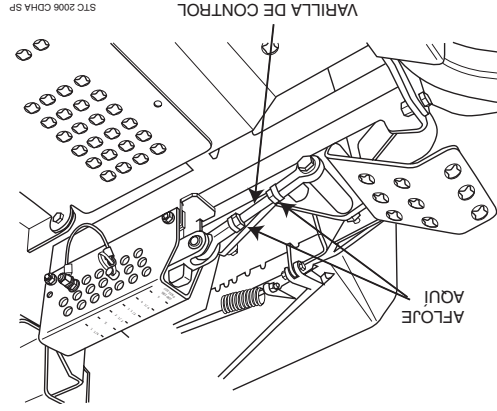
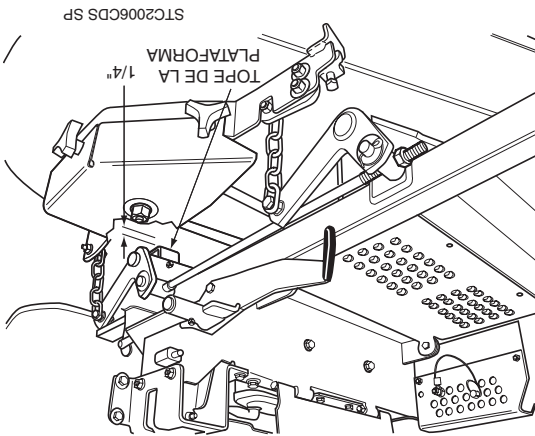

Figura 6-6. Ajuste de altura de la plataforma de corte
Figura 6-7. Tope de la plataforma de corte
1. Ponga la plataforma de corte en posición de transporte. Afloje las contratuercas en ambos extremos de la varilla de control de la altura de plataforma. (Vea la Figura 6-6).
2. Gire la varilla de control (Vea la Figura 6-6) hasta que haya un espacio de 1/4" entre el tope posterior de la plataforma y la parte superior de la plataforma de corte. (Vea la Figura 6-7). Apriete las contratuercas en la varilla de control.
4. Verifique la medida desde el suelo hasta la punta de la cuchilla de corte. Si la medida no se encuentra en 3", puede realizarse un ajuste utilizando la varilla de control de altura de la plataforma. (Vea la Figura 6-6).